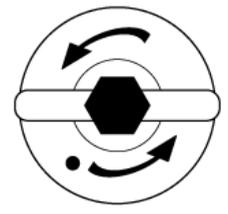

FIG.5b
3. Para abrir la olla, una vez retirada la pesa (9), gire el pomo (2) en sentido contrario a las agujas del reloj, hasta que el puente de acero inoxidable (3) descansa sobre la tapa. Ahora puede separar la tapa del cuerpo deslizando la horizontalmente. (FIG. 5b y c)